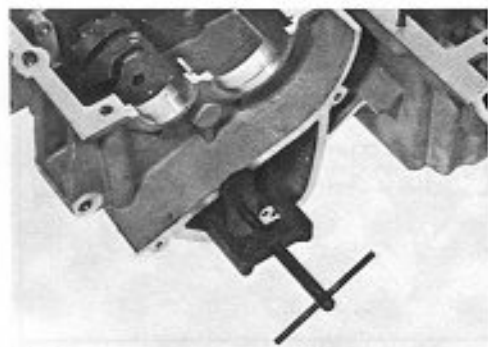

Fig. 164
- Estrarre l'albero del tamburo selettore utilizzando l'attrezzo speciale 61818979 (Fig. 164).
- Withdraw the selector drum shaft using tool 61818979 (Fig. 164).